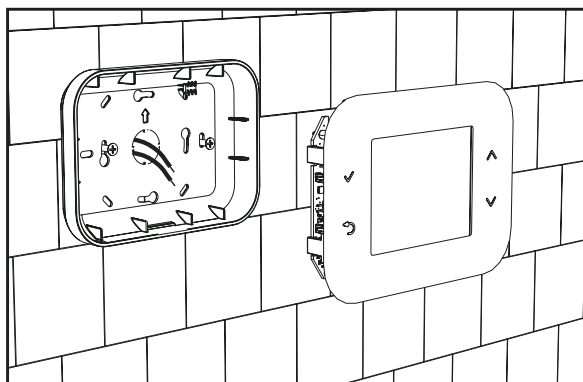

fig. 7
- Fije el panel trasero directamente a la pared o a las cajas de derivación de 2 o 3 módulos mediante los tornillos suministrados, haciéndolos pasar por los correspondientes orificios; preste atención en pasar los cables por la ranura como se indica en fig. 7.